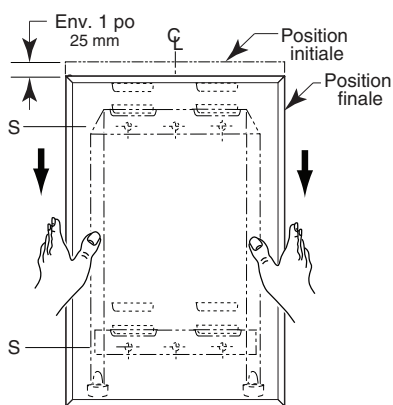

Figure : 4
**Conception à verrou d'accrochage** — Les dispositifs d'accrochage fixent automatiquement le miroir sur la suspension murale dissimulée lorsqu'il est abaissé dans sa position finale (voir Figure 4). Les dispositifs de verrouillage peuvent être déverrouillés en insérant deux tournevis à lame plate derrière chaque côté du miroir vers le bas ou sous le bas du miroir et en tirant le bas du miroir vers l'avant puis vers le haut.